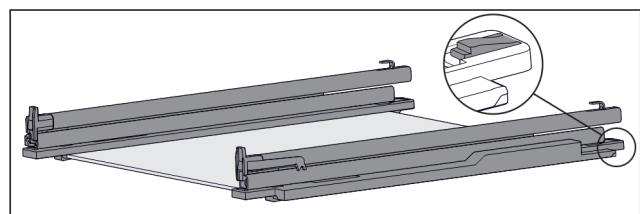

Fig. 125 Glasplaat met rails en vasthouddelen
- ▶ Vasthouddeel achter omlaag duwen (zie Fig. 125) en tegelijk rails naar achteren schuiven.